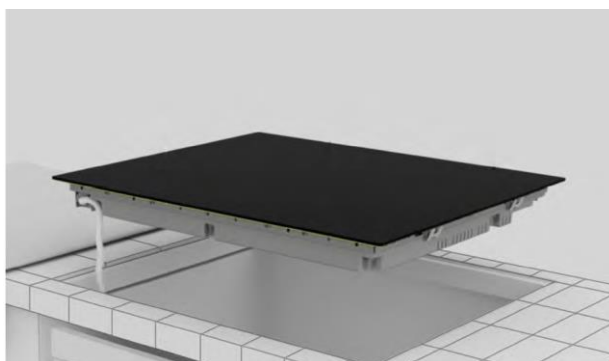

bild 2
- Spishällens stödyta måste vara helt slät så att den vilar jämnt och den applicerade packningen kan säkerställa en tillräcklig tätning **(bild 2)**.